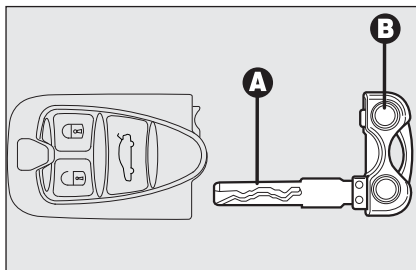

fig. 7
Nella chiave elettronica **fig. 7** è inoltre presente un inserto metallico **A**, estraibile premendo il pulsante **B**.
**Non lasciare la chiave elettronica incustodita per evitare che qualcuno, specialmente i bambini, possa maneggiarla e premere inavvertitamente il pulsante B-fig. 7.**